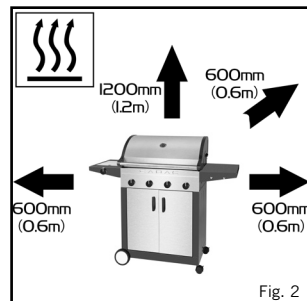

Fig. 2
- Zorg ervoor dat het apparaat niet wordt gebruikt in de buurt van brandbare materialen. De minimale veilige afstand is 1,2 m boven het apparaat en 600 mm vanaf de achterkant en zijkanten van het apparaat (zie fig. 2).